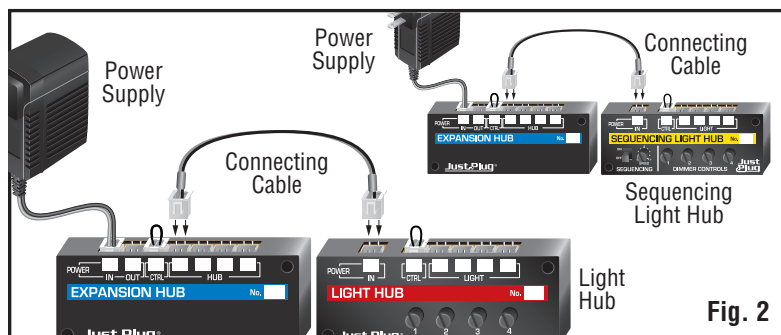
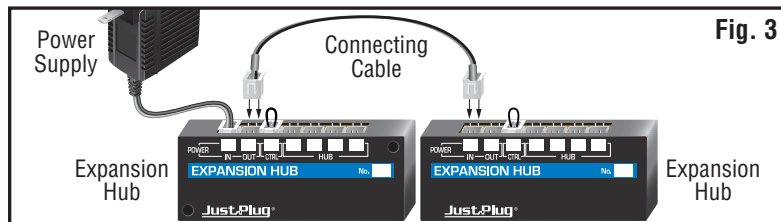
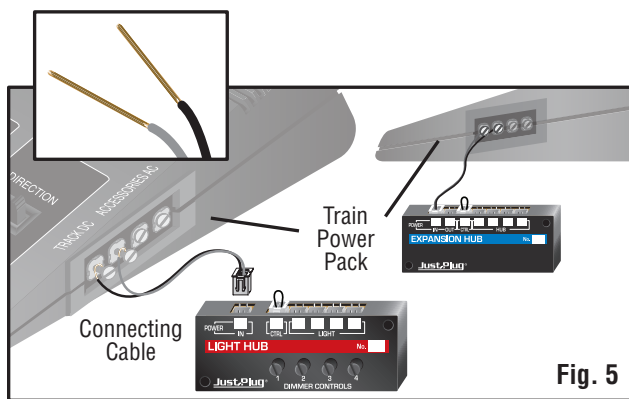

Fig. 2
Fig. 3
Fig. 5
- To power Light Hub and Sequencing Light Hub, insert Power Supply (JP5770) plug into **POWER IN** Port (or use a 16VAC train power pack, Fig. 5).
- To power Expansion Hub, insert Power Supply (JP5770) plug into **POWER IN** Port (or use a 16VAC train power pack, Fig. 5).
- Use included Connecting Cables to connect to Light Hubs, Sequencing Light Hubs (Fig. 2), another Expansion Hub (Figs. 3 and 4), train power pack (Fig. 5) or DCC relay unit (Fig. 6).
Insert Connecting Cable Plug into Expansion Hub **HUB** Port and opposite Plug into Light Hub or Sequencing Light Hub **POWER IN** Port (Fig. 2).
Insert Connecting Cable Plug into **POWER OUT** Port on powered Expansion Hub. Insert opposite Plug into **POWER IN** Port on add-on Expansion Hub (Fig. 3). Keep expanding your lighting system (Fig. 4).
Cut off one Connecting Cable Plug with wire cutters and strip approximately 1" of wire. Connect bare wires to the accessory terminals on a 16VAC power pack. Insert Plug on other end of Connecting Cable into Hub **POWER IN** Port. (Fig. 5)
- Pour alimenter un Light Hub et Sequencing Light Hub, insérer la fiche du Power Supply (JP5770) dans le port **POWER IN** (ou utiliser un bloc d'alimentation de 16VAC, **Fig. 5**).
- Pour alimenter le Expansion Hub, insérer la fiche du Power Supply (JP5770) dans le port **POWER IN** (ou utiliser un bloc d'alimentation de 16 VAC, **Fig. 5**).
- Utiliser les câbles de connexion inclus pour la connexion aux Light Hubs (**Fig. 2**), Sequencing Light Hubs, à un autre Expansion Hub (**Fig. 3 et 4**), à un bloc d'alimentation pour train (**Fig. 5**) ou à un relais pour une utilisation avec un relais DCC (**Fig. 6**).
Insérer une fiche du câble de connexion dans le port HUB du Expansion Hub et l'autre fiche dans le port **POWER IN** du Light Hub ou Sequencing Light Hub (**Fig. 2**).
Insérer une fiche du câble de connexion dans le port **POWER OUT** du Hub alimenté. Insérer la fiche opposée dans le port **POWER IN** de l'autre Expansion Hub (**Fig. 3**). Continuer à étendre votre système d'éclairage ainsi (**Fig. 4**).
Couper une fiche du câble de connexion avec des pinces coupantes et dénuder environ 2 cm de fil. Brancher les fils dénudés aux bornes d'un bloc d'alimentation de 16 VAC. Insérer la fiche à l'autre extrémité du câble dans le port **POWER IN**. (**Fig. 5**)
- Para alimentar el Light Hub y Sequencing Light Hub, inserte el enchufe de la fuente de alimentación (PowerSupply, JP5770) en el puerto **POWER IN** (o use un alimentador de energía 16VAC, **Fig. 5**).
- Para alimentar el Expansion Hub, inserte el enchufe de la fuente de alimentación (Power Supply, JP5770) en el puerto **POWER IN** (o use un alimentador de 16VAC **Fig. 5**).
- Use los cables de conexión incluidos para conectar a Light Hubs (**Fig. 2**), Sequencing Light Hub, otro Expansion Hub (**Figs. 3 y 4**), alimentador (**Fig. 5**) o unidad DCC (**Fig. 6**).
Inserte el enchufe del cable de conexión en el puerto Expansion HUB y el enchufe opuesto en el puerto **POWER IN** del Light Hub o Sequencing Light Hub (**Fig. 2**).
Inserte el enchufe del cable de conexión en el puerto **POWER OUT** en el Expansion Hub alimentado. Inserte el enchufe opuesto en el puerto **POWER IN** puerto adicional en Expansion Hub (**Fig. 3**). Siga ampliando su sistema de iluminación (**Fig. 4**).
Corte un enchufe del cable de conexión con un cortador de cable y pele aproximadamente 2.5 cm de cable. Conecte los cables pelados a los terminales accesorios de un alimentador de 16VAC. Inserte el enchufe del otro extremo del cable de conexión en el puerto **POWER IN** del Hub. (**Fig. 5**)